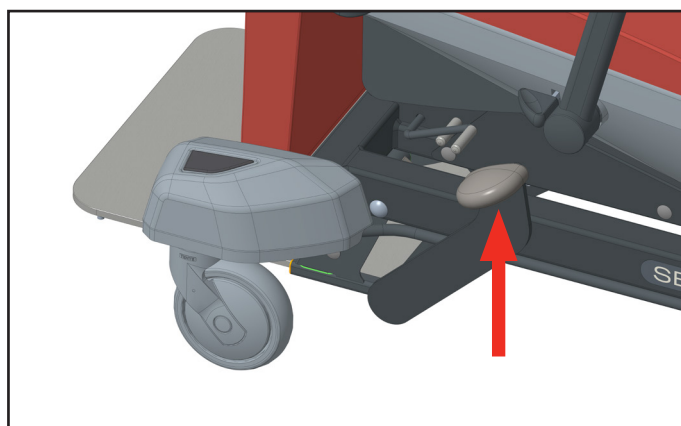

Fig. 14 Bajar
- Levante el pedal (consulte la Fig. 14) y espere a que el lecho de la silla descienda a la posición de transporte